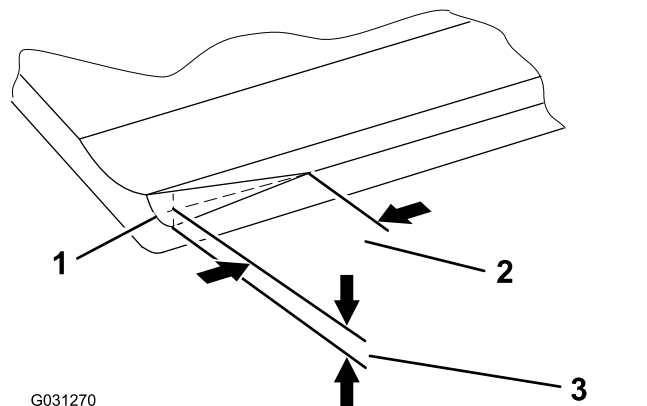

図 21
**注** 出荷時に面取りを施していますが図 21、この面取りはベッドナイフの寿命の中ほど40%でなくなりますので、面取りが必要になります。